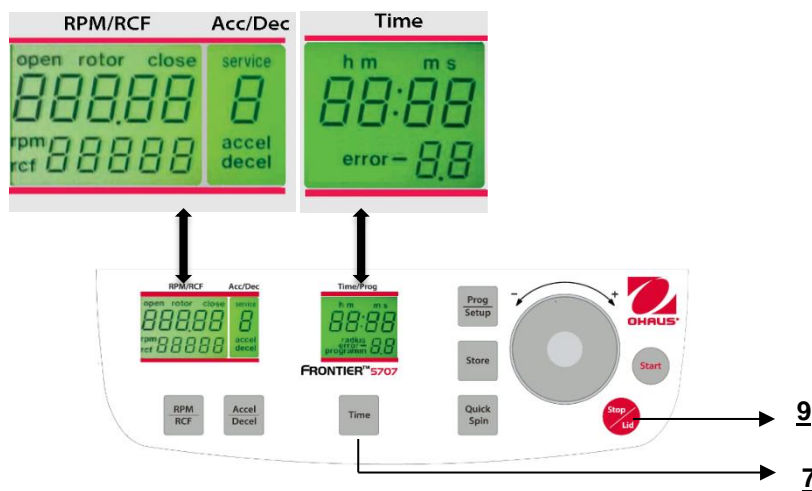

Figura. 27
Cuando la centrífuga está apagada, presione al mismo tiempo los botones **"Time"**(7) y **"Stop/Lid"** (9) y encienda el interruptor principal de la centrífuga. Ahora suelte ambos botones y como resultado se ejecuta una prueba de pantalla durante aproximadamente 5 segundos. Todos los indicadores aparecerán al mismo tiempo (vea la Figura 27).